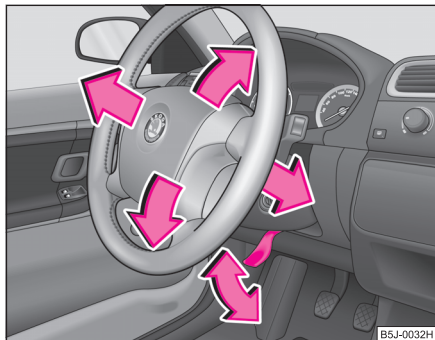

Fig. 98 Volante regulable: Palanca bajo la columna de dirección
- Gire la palanca situada bajo la columna de dirección ⇒ fig. 98 hacia abajo ⇒